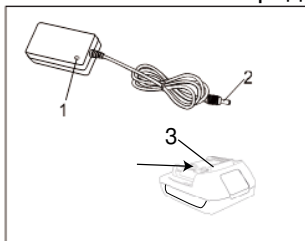

Рис.2
1. Включите зарядное устройство в сеть. Индикатор (1) загорится зеленым. (Рис.2)
2. Подключите зарядное устройство (2) в разъем для подключения (3) на аккумуляторной батарее . Индикатор (1) загорится красным. Это означает, что началась зарядка батареи.
3. После окончания заряда батареи индикатор (1) загорится зеленым.